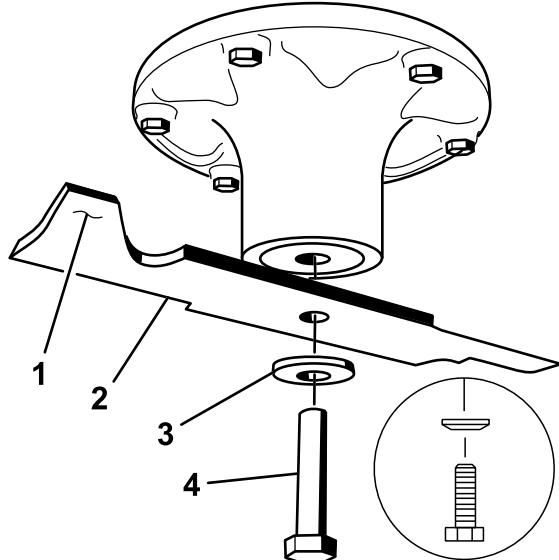

Figura 63
2. Retire a cavilha da lâmina, a anilha curva, e a lâmina do eixo (Figura 63).
- Instale lâmina no eixo (Figura 63).
- Instale a anilha curva (lado oval virado para a lâmina) e o parafuso da lâmina (Figura 63).